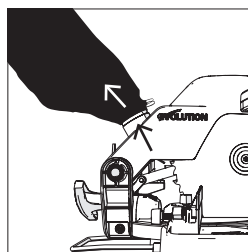

Fig. 31
- Deslice la bolsa para polvo sobre el puerto de extracción de polvo, asegurándose de que el cierre de resorte se acople firmemente al puerto de extracción (**Fig. 31**).